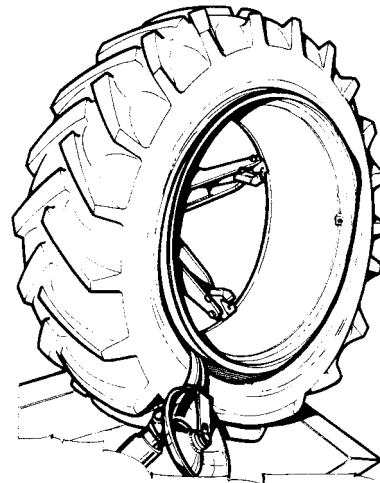

Fig.47
7. Tourner l'arbre dans le sens inverse aux aiguilles d'une montre jusqu'à ce que le talon extérieur ne soit complètement sorti (Fig.47).